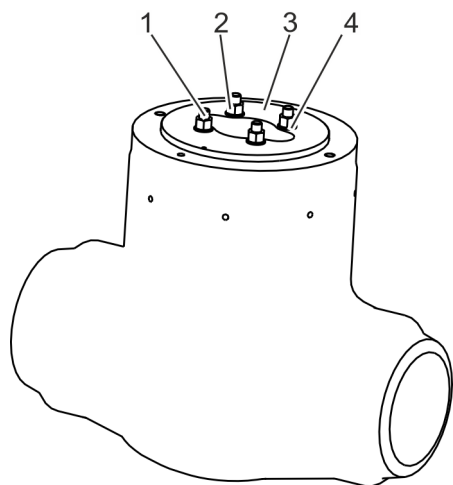

Fig. 8: Serrage des écrous
5. ➤ Resserrer à la main les écrous tendeurs (Fig. 8/2).